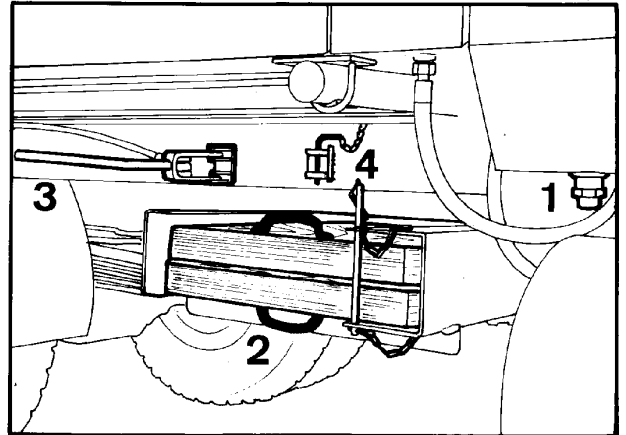

Fig. 1
- Soltar el dispositivo de retención de eje al traspasar de vehículos de dos ejes (p. ej. palanca 3, Fig. 1).